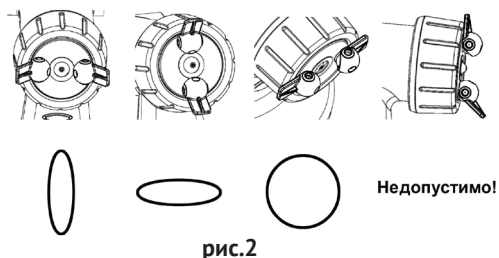

рис.2
- настройка факела осуществляется поворотом лепестков регулятора факела (рис.1 поз.7) и регулятора расхода (рис.1 поз.3). Для более густых и тяжёлых латексных красок используйте штатную дюзу 2,6 мм. Если краска слишком жидкая, при большом расходе краски, или же она плохо распыляется, попробуйте использовать дюзу меньшего размера или отрегулируйте расход материала регуляторами расхода и факела. Настройка формы факела лепестками регулятора (рис.1 поз.7) показана на рис.2.